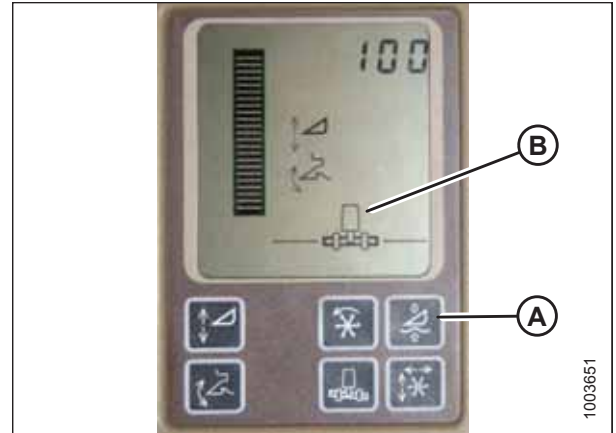

Figura 3.421: Pantalla de la cosechadora John Deere
**NO** use la función de flotación de la plataforma activa (A) junto con el control automático de altura de la plataforma (AHHC) de MacDon: los dos sistemas se contrarrestan entre ellos. El símbolo de la plataforma (B) en la pantalla **NO** debe presentar una línea ondulante debajo de él y debe aparecer exactamente como se muestra en la pantalla de control de la plataforma activa en la Figura 3.421, página 259.